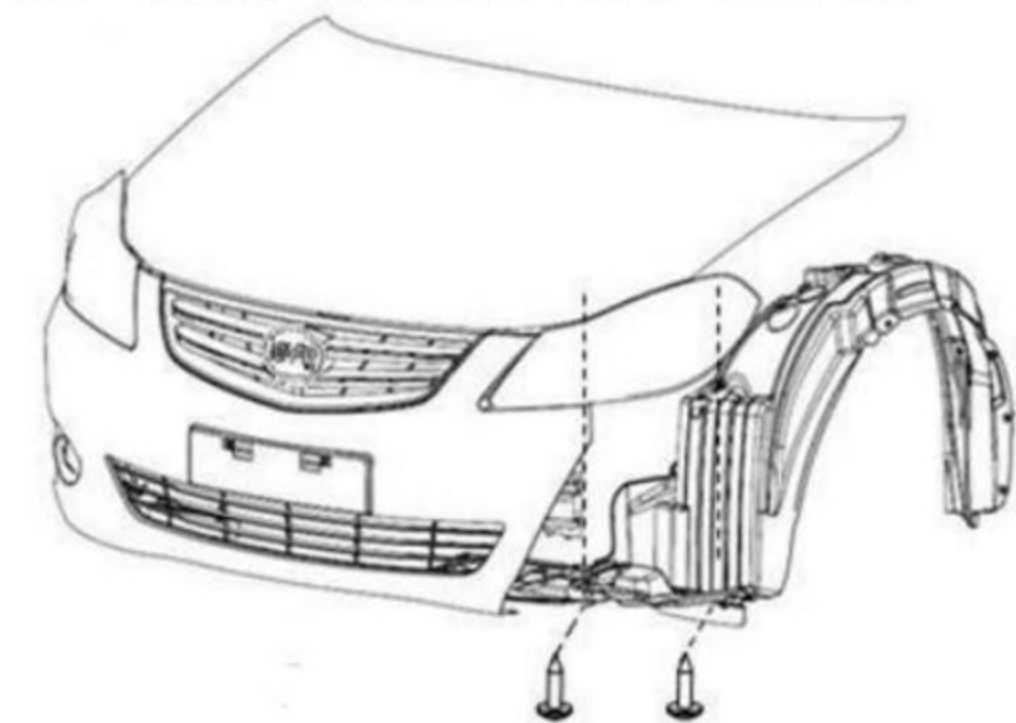

图 7-3 前轮挡泥板的拆卸
(1) 拆下 2 个螺钉, 即可松开前保险杠与左前轮挡泥板搭接的 2 个安装点。如图 7-3 所示。
(2) 拆下左前轮挡泥板